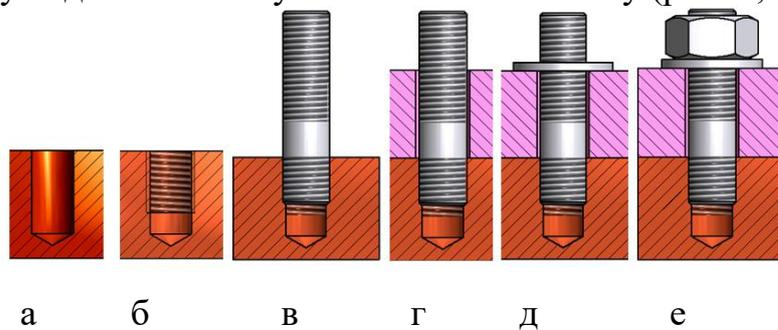

Рис. 2. Последовательность создания соединения шпилькой
1. В корпусной детали соединения (рис. 2, а) просверливают глухое отверстие глубиной $l_{отв.}$, а затем нарезают резьбу длиной $l_{рез.}$ (рис. 2, б).
2. Шпильку резьбовым посадочным концом l_1 завинчивают в глухое отверстие (рис. 2, в).
3. В подсоединяемой пластине просверливают отверстие диаметром $1,05...1,1d$ и надевают ее на шпильку (рис. 2, г).
4. На шпильку надевают шайбу и навинчивают гайку (рис. 2, д, е).